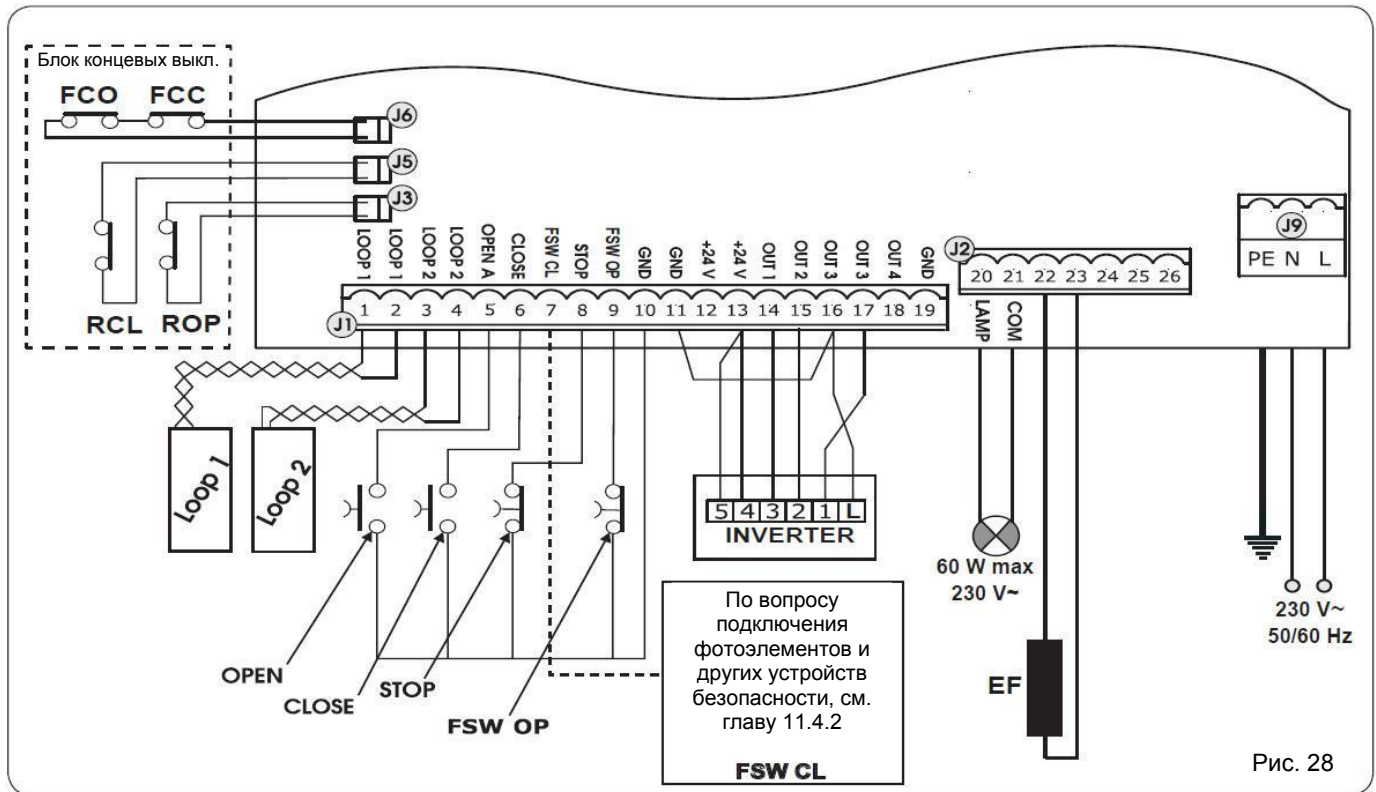

Рис. 28
- Подключите земляной кабель к соответствующему контакту разъёма J9 платы управления (см. рис. 28).
11.4.1 РАЗЪЁМ J1 – АКСЕССУАРЫ (РИС.28)
! Во избежание нарушения правильной работы системы, не превышайте параметры по потреблению, указанные на рис. 28.
11.4.4 РАЗЪЁМ J2 – СИГНАЛЬНАЯ ЛАМПА (РИС.28)
11.4.6 РАЗЪЁМЫ J3, J5 – КОНЦЕВЫЕ ВЫКЛЮЧАТЕЛИ ROP и RCL (РИС.28)